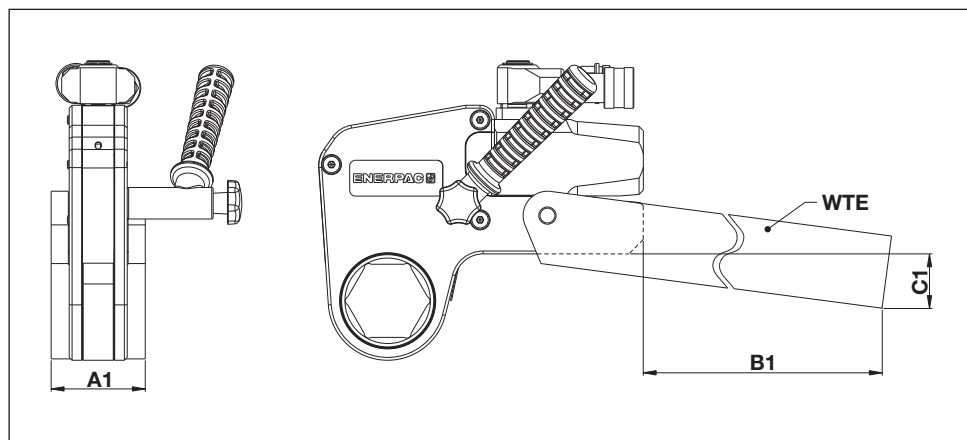

図23
6.1.1 寸法、WTEシリーズ延長リアクションアーム (図23)